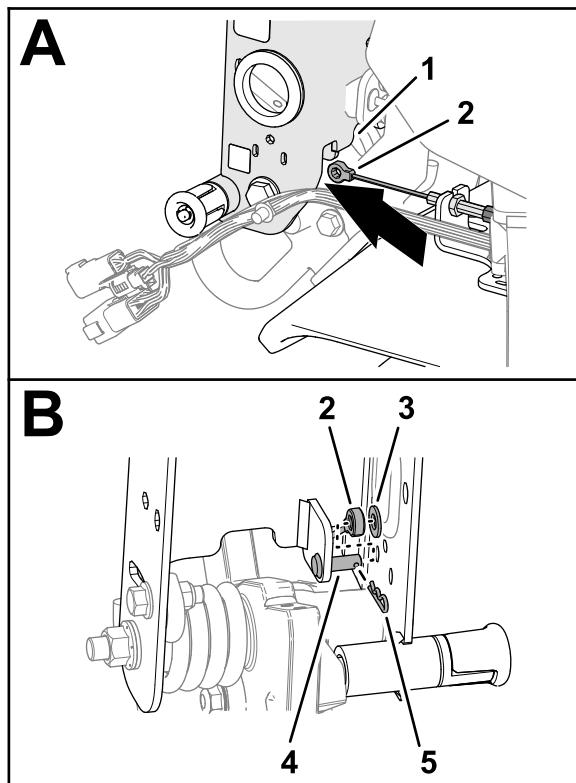

Figure 7
- Faites passer la fixation du câble de frein sous le bas du profilé du timon (Figure 7).